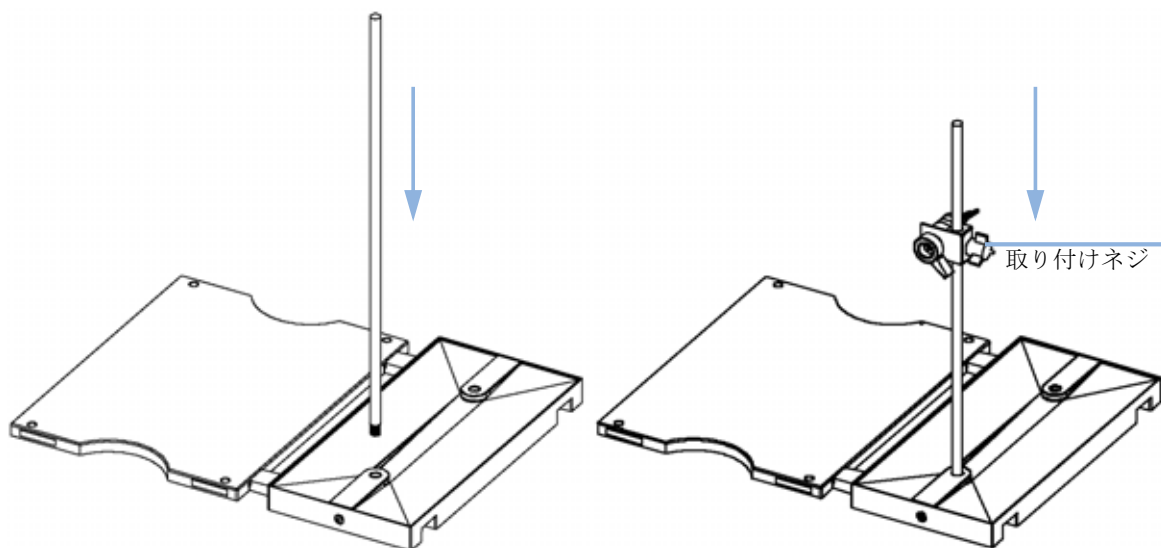

図 3 取り付けボールとマニュアルインジェクタの設置
- 4 マニュアルインジェクタを、取り付けボールに挿入します(10ページ図 図3を参照)。取り付けネジを締めます。